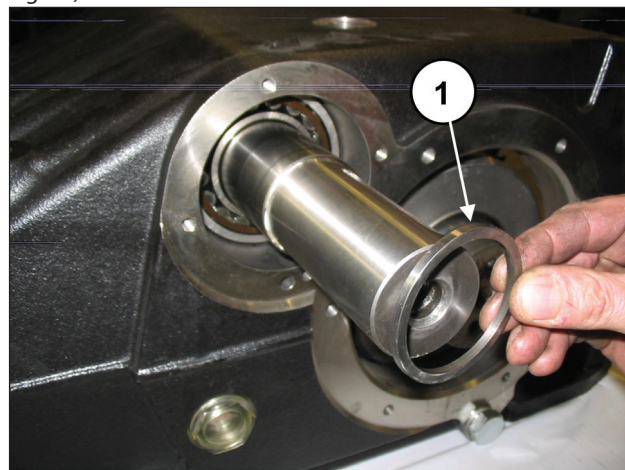
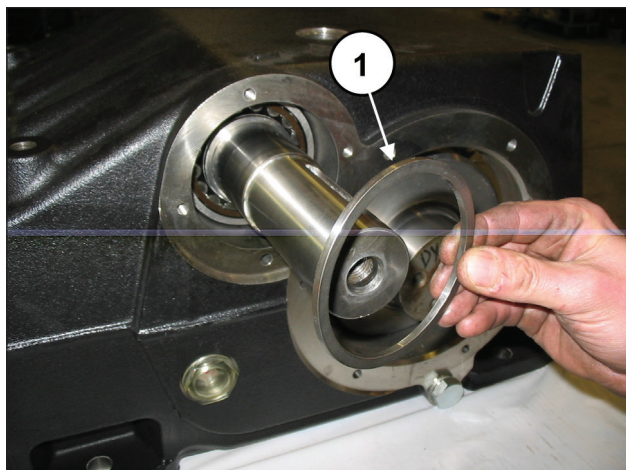

Fig. 60
Fig. 61
Des deux côtés, introduire les entretoises du roulement intérieur (rep. ①, Fig. 60) et du roulement extérieur (rep. ①, Fig. 61).